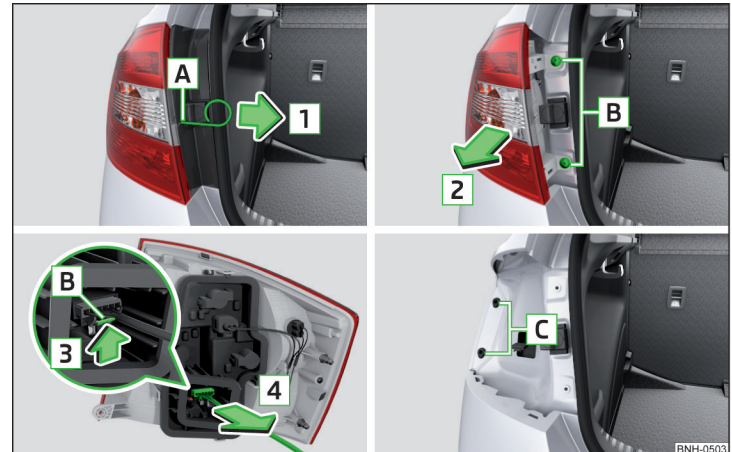
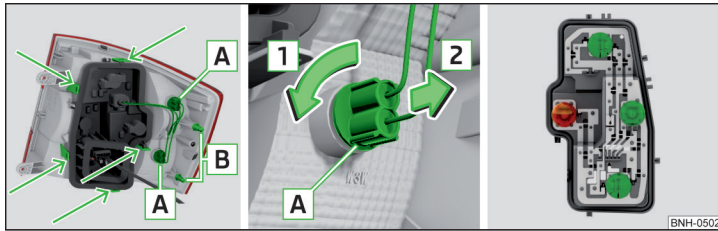

Abb. 197 Leuchte ausbauen / Stecker abziehen
Abb. 198 Äußerer Teil der Leuchte / Innerer Teil der Leuchte
- › In die Öffnung **A** » Abb. 197 den Bügel zum Abziehen der Radvollblenden einführen.
- › Die Leuchte mit den Zapfen **B** » Abb. 198 auf Seite 168 in die Aufnahmen **C** » Abb. 197 in der Karosserie einsetzen.
- › Die Fassung mit der Glühlampe **A** » Abb. 198 in Pfeilrichtung **1** drehen.
- › Den Lampenhalter in mit Pfeilen gekennzeichneten Bereichen entriegeln » Abb. 198 und den Lampenhalter aus der Leuchte herausnehmen.